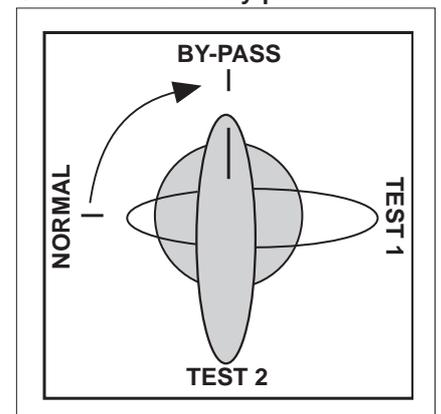

Fig.7
- ouvrir l'interrupteur d'entrée (1) ;
- ouvrir le disjoncteur batterie (4) :
- tourner le commutateur de by-pass manuel (8) dans le sens indiqué sur la figure 7 : de la position "NORMAL" à la position "BY-PASS".